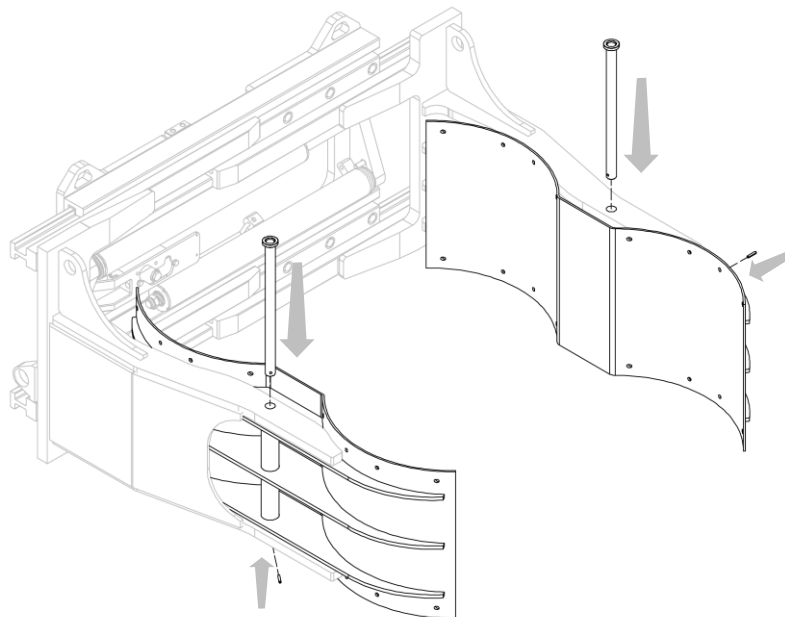
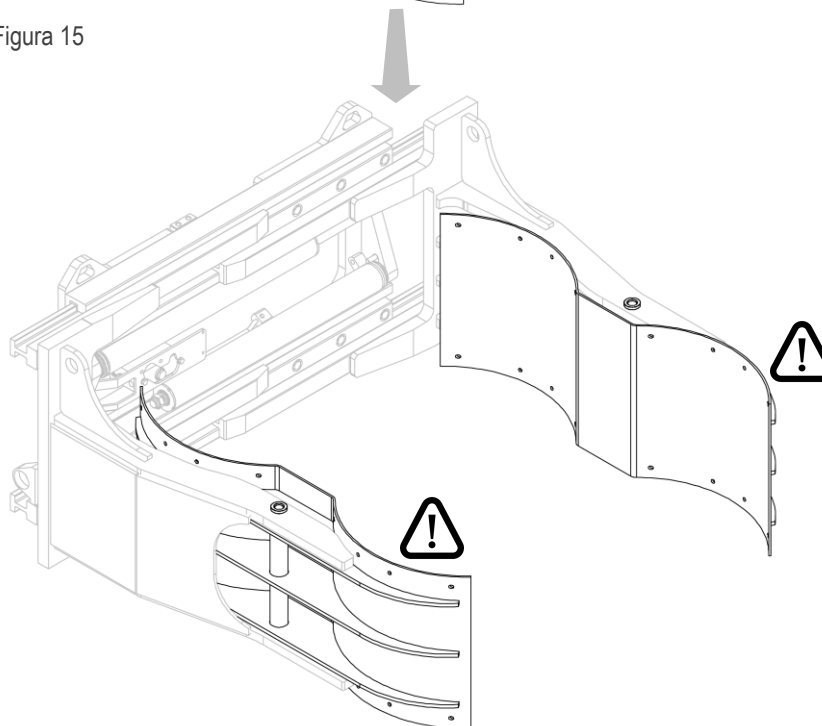

Figura 15
Figura 16
3. Colocar los brazos utilizando los pasadores especiales y los pasadores de bloqueo elásticos (mira *Figura 15* y *Figura 16*).